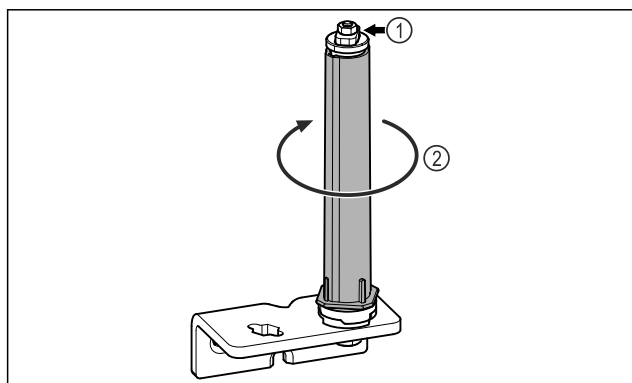

Fig. 13
- No desmontar el sistema de cierre de puertas Fig. 13 (1).
- Girar el sistema de cierre Fig. 13 (2) hasta que haga clic.